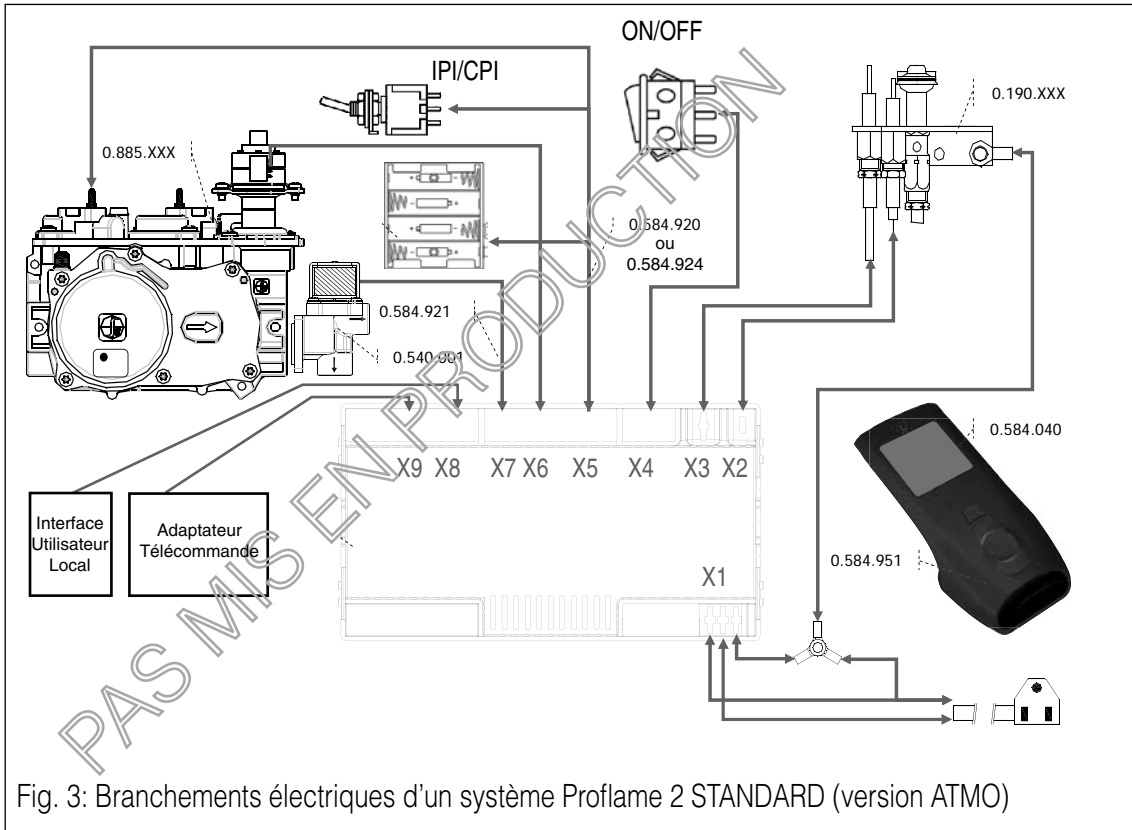

Fig. 3: Branchements électriques d'un système Proflame 2 STANDARD (version ATMO)
7. Éléments optionnels du système : dispositif Split Flow, ventilateur de confort, éclairage graduable et charge auxiliaire supplémentaire, adaptateur télécommande et/ou interface utilisateur local (voir Fig. 3).